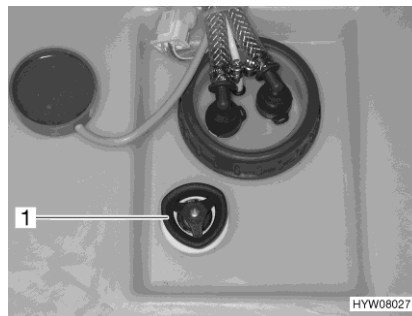

Fig. 128 Tirador giratorio (depósito de agua)
- Girar el tirador giratorio (Fig. 128,1) sobre el depósito de agua en sentido de las agujas del reloj, hasta el tope.
- Girar el tirador giratorio (Fig. 128,1) sobre el depósito de agua en sentido contrario a las agujas del reloj, hasta primera pestaña. El agua se saldrá hasta aprox. 20 litros.
- Girar el tirador giratorio (Fig. 128,1) del depósito de agua en sentido contrario a las agujas del reloj sobrepasando la resistencia, para abrir el orificio de salida completamente.